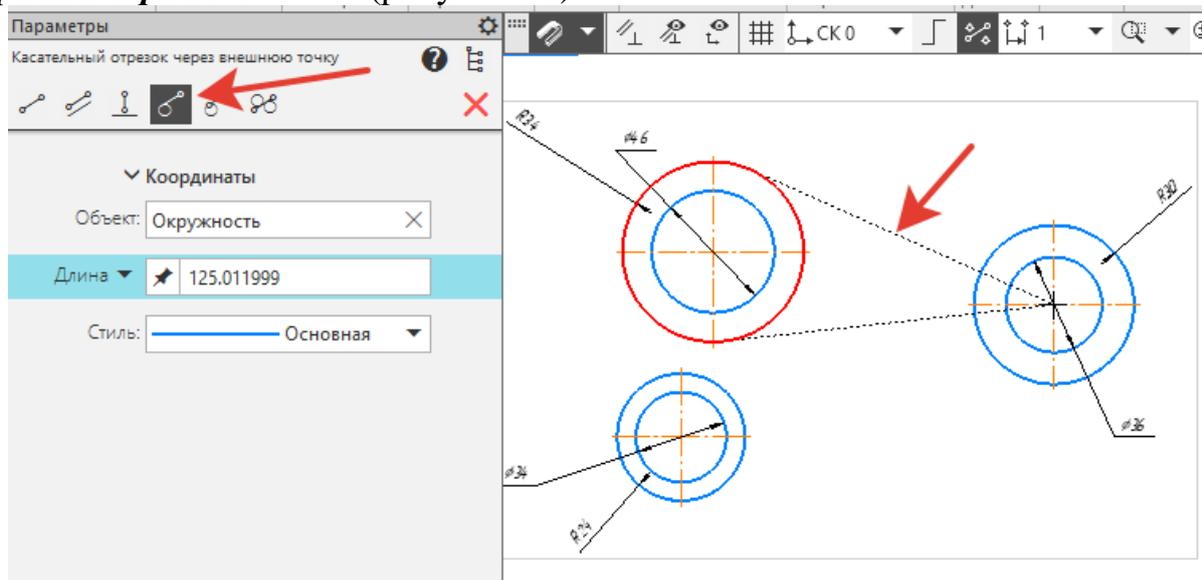

Рисунок 30.
3. Постройте отрезок, проходящий через центр окружности $\text{J}34$ касательно к окружности, имеющей $R34$. На инструментальной панели **Геометрия** -  **Касательный отрезок через внешнюю точку** Укажите курсором окружность имеющей $R34$ и центр окружности $\text{J}36$. Система создаст два варианта отрезка штриховой линией, удовлетворяющих заданным условиям. Укажите курсором **верхний вариант** линии (рисунок 30).